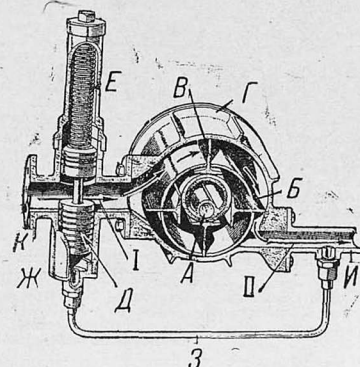

Рис. 5. Схема устройства компрессора Цоллер.
Компрессор Цоллер имеет вращающийся от эксцентрикового вала А (рис. 5) барабан Б с лопастями В. Эксцентриситет между лопастным барабаном и валом подобран таким образом, что объем пространства между лопастным барабаном и корпусом компрессора Г непрерывно уменьшается от момента поступления смеси (I) до момента ее ухода в цилиндры двигателя (II). Уменьшение объема смеси при